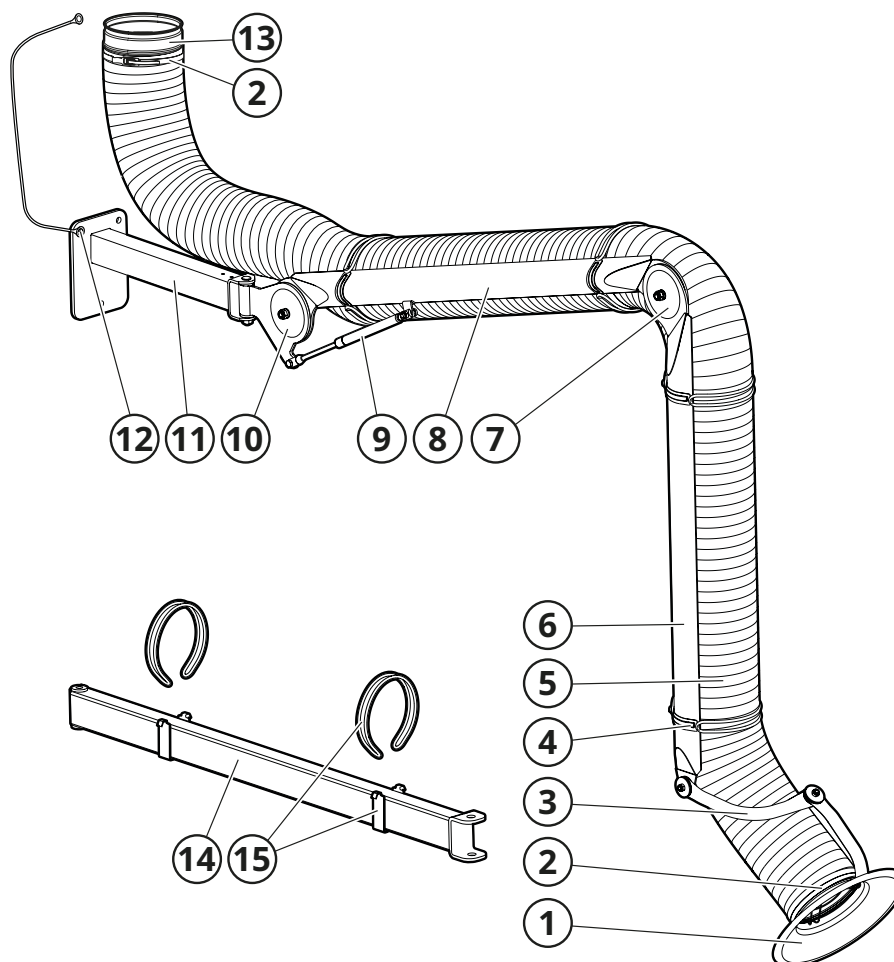

Fig. 2
Se Fig. 2.
Punktutsuget monteras på ett väggfäste (11, Fig. 2) som standard och har utvändigt placerade bärmarmar (6, 8). På övre leden (10) sitter en gasfjäder (9) som balanserar armens egenvikt. Armens motstånd regleras i respektive led (7, 10). Huvnen (1) är designad för maximal sugeffektivitet och är idealisk för uppfångning av gas och damm. Huvleden (3) är böjbar 180+180°. Slangen (5) sitter monterad på armen med Fumex Q-MaiD™ snabbspänne (2) och slangfäste (4). Punktutsuget dubbeljordas med snabbspänne (2) och jordkabel (12) i nippel (13).